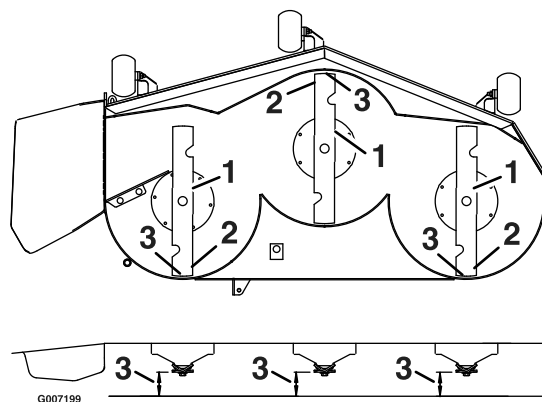

Figura 71
3. Girate con cautela le lame in modo che siano disposte longitudinalmente (Figura 71).
4. Misurate il valore dalla punta della lama anteriore e dalla punta della lama posteriore alla superficie piana (Figura 71). Se la punta anteriore della lama non è più bassa della punta posteriore della lama di 1,6-7,9 mm, passate alla procedura Livellamento del piatto di taglio del tosaerba.